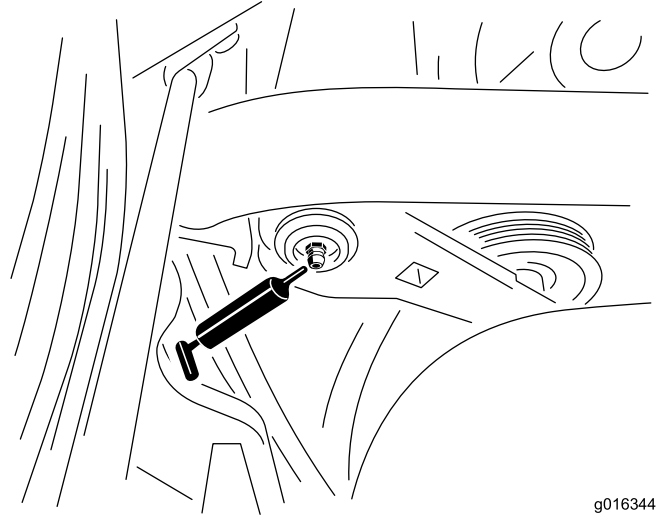

图27
1. 擦干净黄油嘴，这样就不会导致异物进入轴承或轴套中（图27）。